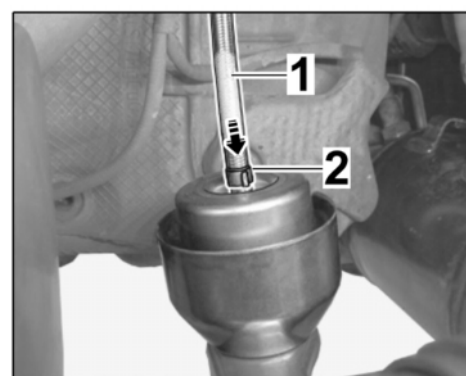

Bild 34
- 7.8 Unterdruckleitung rechts ⇒ *Bild 34 -1-* und links auf Steuerdose von Abgasklappe schieben und Einohr-Schlauchklemme ⇒ *Bild 34 -2-* zusammendrücken.